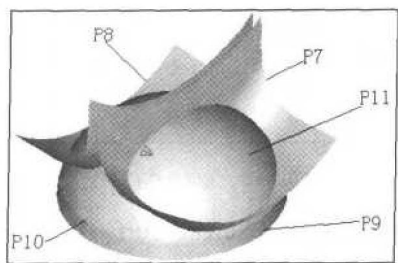

图1-15 曲面法向修改
29. 选择如图 1-15 所示曲面 **P7**，此时出现一动态移动箭头，用户可以移动它到曲面任意位置（方便观察曲面法线的位置），单击鼠标左键确认。
32. 选择如图 1-15 所示曲面 **P8**，单击鼠标左键确认。
35. 选择如图 1-15 所示曲面 **P9**，单击鼠标左键确认。
38. 选择如图 1-15 所示曲面 **P10**（此曲面为旋转曲面中的小圆弧曲面，旋转曲面由 **P9**、**P10** 和 **P11** 三个曲面组成）此时出现一向外动态移动箭头，用户可以移动它到曲面任意位置，单击鼠标左键确认。
41. 选择如图 1-15 所示曲面 **P11**，此时出现一向外动态移动箭头，用户可以移动它到曲面任意位置，单击鼠标左键确认。
47. 命令提示行提示选择第 1 组曲面，选择如图 1-15 所示曲面 **P7** 和 **P8**。
49. 命令提示行提示选择第 2 组曲面，选择如图 1-15 所示曲面 **P9**、**P10** 和 **P11**。